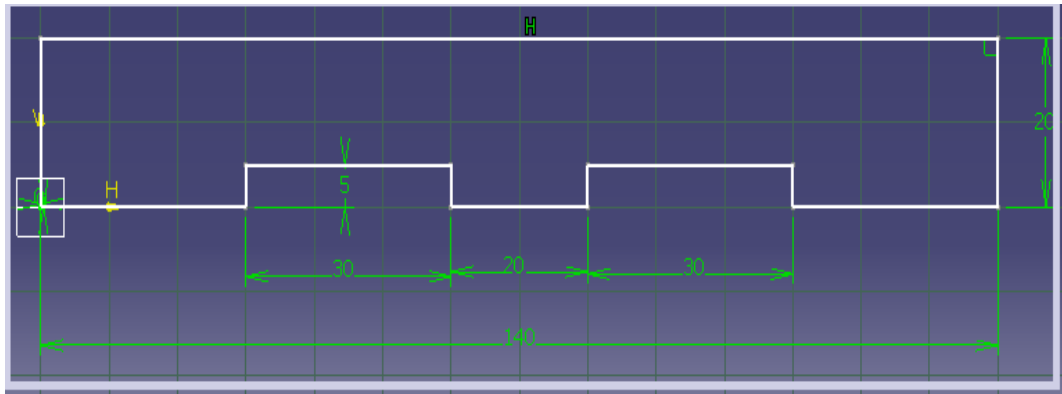

Figura 4.24: PROFILE 1
2.-Se comienza con indicar el primer punto (0,0) en la barra de herramientas SKETCH TOOLS de el profile, se indican las coordenadas del siguiente punto (30,0) y dar enter, se introduce el resto de las coordenadas de los puntos restantes del perfil hasta obtener la figura 4.24.